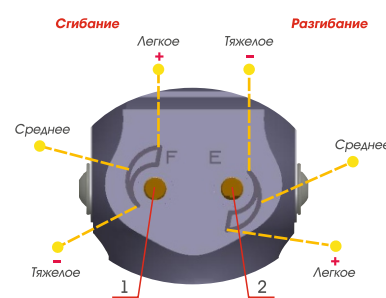

Рис. 6
- регулировочный дроссель 1 установить в зону легкого сгибания (рис. 6);
- регулировочный дроссель 2 установить в зону легкого разгибания (рис. 6).
- регулировочный дроссель 1 установить в зону среднего сгибания (рис. 6);
- регулировочный дроссель 2 установить в зону среднего разгибания (рис. 6).
- регулировочный дроссель 1 установить в зону тяжелого сгибания (рис. 6);